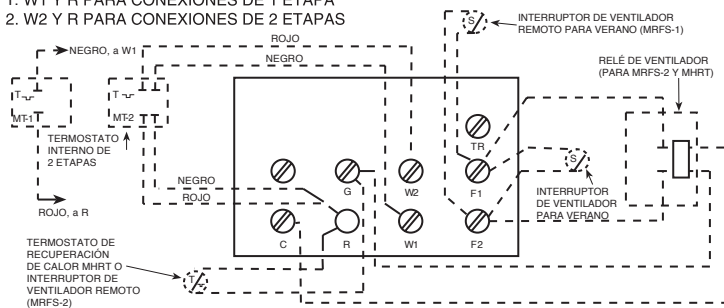

Figura 5. Bornera de control (para calefactores con contactor)
4. Para ver el diagrama de conexión de las unidades provistas de contactor interno (unidades de 7 kW y mayores), consulte la Figura 5. El cableado de control debe tener un calibre 18 AWG comomínimo.